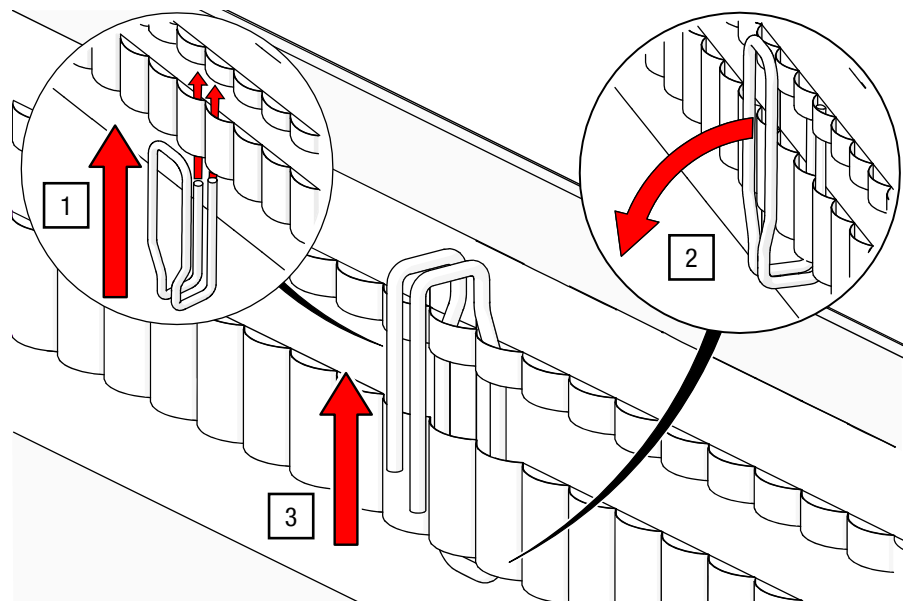

Abb. 67: Vorhanghaken – in Faltenband einfügen (Theater und Interior)
1. Stecken Sie die beiden Enden des Stoffhakens jeweils in eine Schlaufe des Faltenbandes (siehe Abb. 67).
2. Schieben Sie den Stoffhaken mit den Enden durch den Vorhang und rotieren Sie ihn um 180° (siehe Abb. 67).
3. Ziehen Sie den Stoffhaken nach oben in Position (siehe Abb. 67).